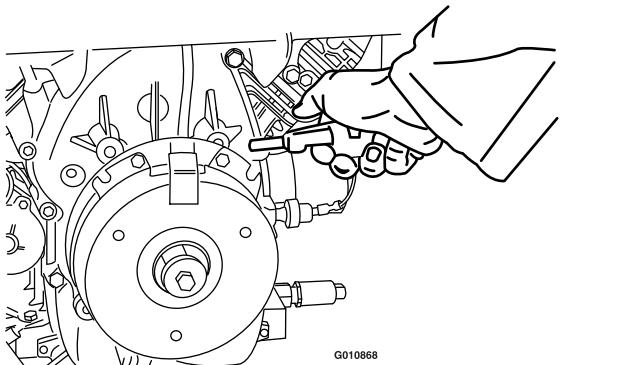

Figura 73
2. Utilizando um compressor de ar, sopre quaisquer detritos de debaixo do pólo do travão e em torno dos espaçadores do travão (Figura 73).